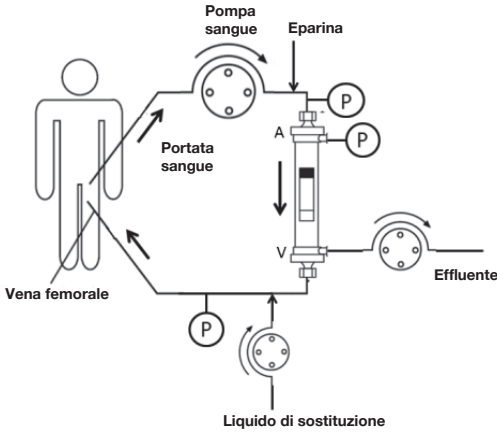

Figura.7
7) Infondere anticoagulante in modo continuativo per impedire che il sangue si coaguli nell'emofiltro quando il dispositivo è in uso. (Figura 7)